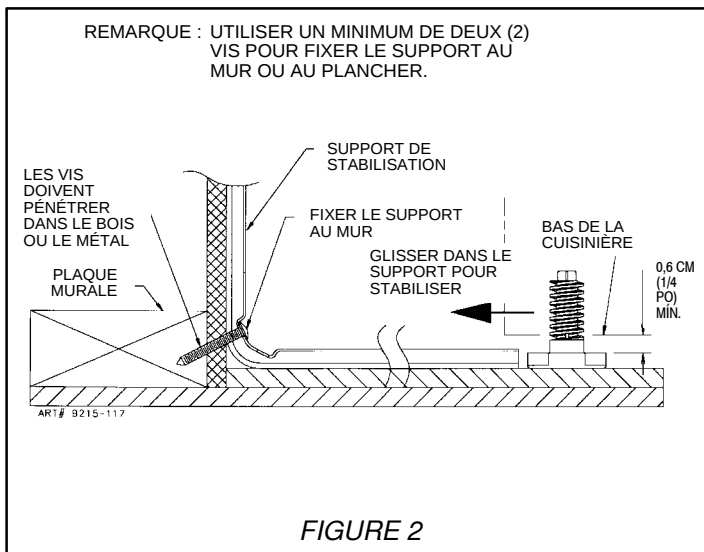

FIGURE 2
ou un poinçon peut également être utilisé si une perceuse n'est pas disponible) tel qu'indiqué à la figure 2. Fixer le support de STABILISATION au mur à l'aide des deux vis fournies tel qu'indiqué à la figure 2. Passer à l'ÉTAPE 3.
- Placer la cuisinière de façon à ce qu'elle puisse entrer dans l'ouverture où elle sera encastrée et la pousser en place. S'assurer que le pied de réglage est inséré à fond dans le support de STABILISATION et que celui-ci le retient bien. Remarque : Un dégagement minimum de 6 mm (1/4 po) est exigé entre la cuisinière et le pied de mise à niveau qui va s'insérer dans le support de STABILISATION (voir figure 2).